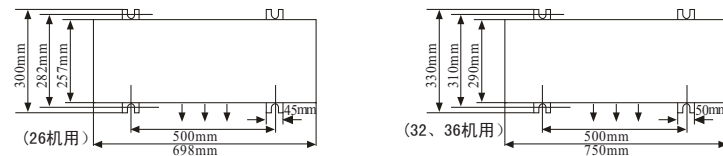
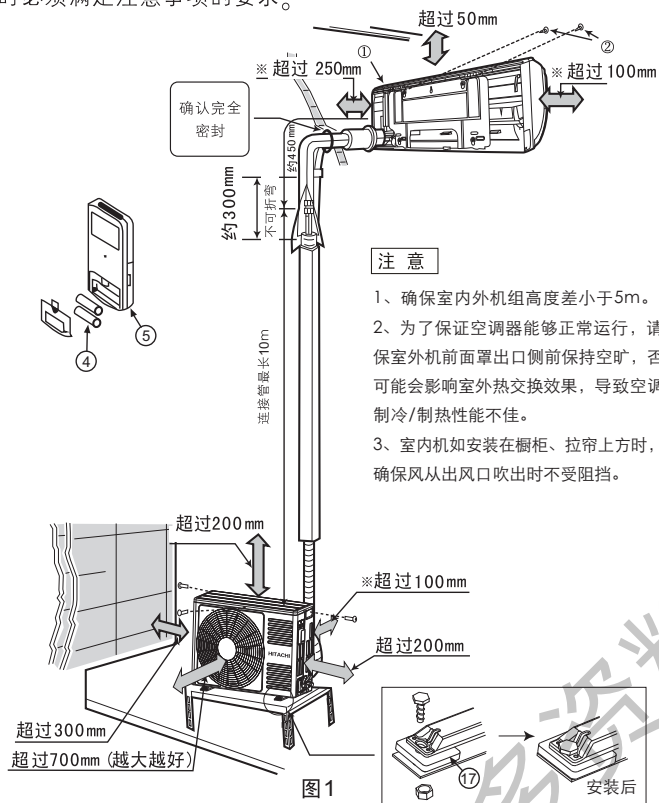

图2
图1
(1) 为了便于修理,室内机组旁边应如图1般保留空间。
(2) 室内机组应安装于超过地面180厘米以上处。
(3) 铜管可以从室内机组后边、下边和左、右边引出,如从左边引出,应注意确保冷凝水流畅,不然的话冷凝水可能漫流至房内。无论管子从哪边引出,安装前都应使管子处于便于连接的状态。
(1) 室外机组的安装必须保留大于如图1所示距离,并尽可能远离障碍物,避免障碍物妨碍通风系统。
(2) 尽量安装于房屋的东或北方。如装于南或西方是无可避免时,应有遮盖物遮盖。
(3) 最好不要安装在污秽或雨淋的地方。
(4) 尽量靠近室内机组安装。
(5) 室外机外形尺寸及安装固定孔位置见图2
- 1 示图1是连接配管安装成形(以26机为例)。
- 2 根据总装示图1结合对应附件按要求牢固安装。